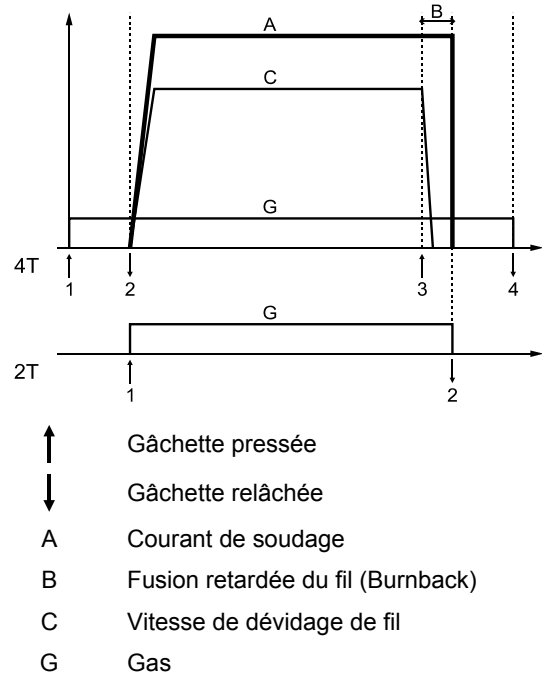

Figure 8.
27. **Interrupteur Mode Pistolet** : permet la sélection du mode pistolet 2 ou 4 temps. La fonctionnalité du mode 2T/4T est illustrée à la Figure 8.